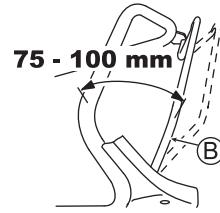

Abb. 32
Nehmen Sie die Einstellung so vor, dass die Maschine läuft (die Kupplung einrastet), wenn der Abstand zwischen dem Kupplungshebel (B) und dem Griff, wie in Abb. 32 dargestellt, 75 - 100 mm beträgt.